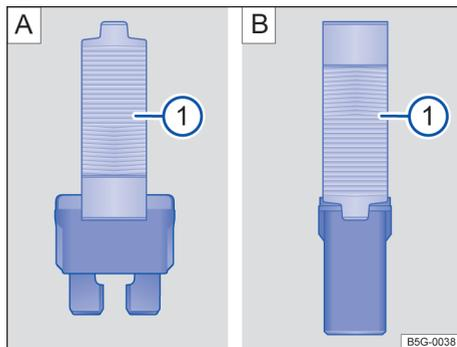

Fig. 161 Extrair ou colocar o fusível com pinças de plástico: A Fusível encaixável plano. B Fusível tipo bloco.
- Conforme o caso, retire as pinças de plástico → Fig. 161 [1] situadas na cobertura da caixa de fusíveis correspondente.
- Em função do tipo de fusível, desloque as pinças correspondentes → Fig. 161 [A] [1] ou → Fig. 161 [B] [1] lateralmente sobre o fusível.